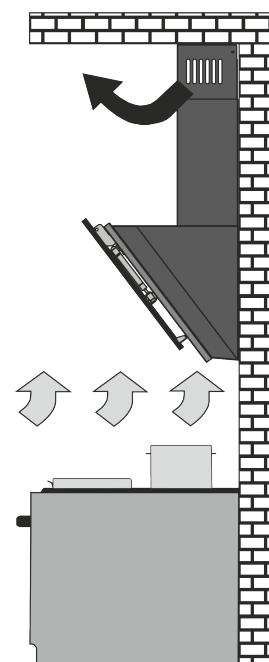

Рис.2
- в режимі рециркуляції (**замкнута кругова циркуляція повітря на кухні**), коли витяжка не підключається до димоходу, а повітря проганяється через жироуловлюючий алюмінієвий (**в комплекті**) та запахопоглинальний вугільний (**купляється окремо**) фільтри і повертається назад в кухню - **(рис.2).**
- в режимі рециркуляції (замкнений круговий обіг повітря в кухні)\_(рис.2).